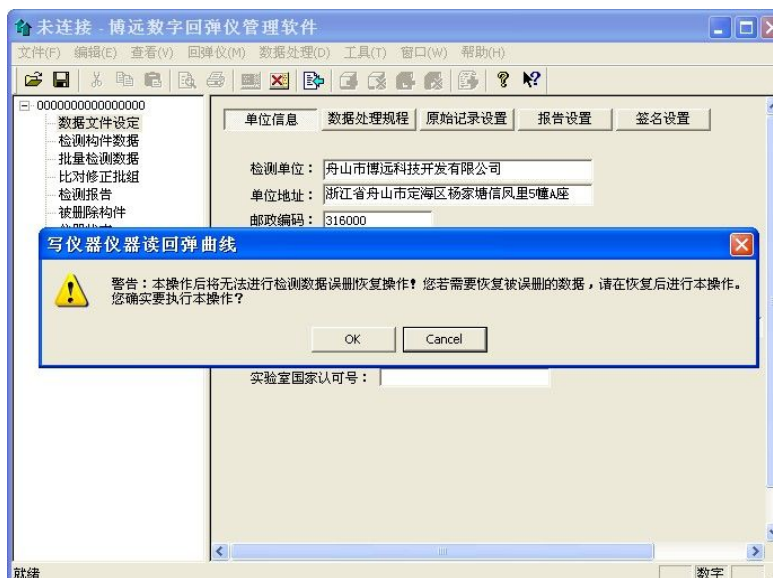

图 1-6
- ii. 软件弹出警告对话框，点击“OK”继续写入曲线文件操作，如图 1-6 所示。